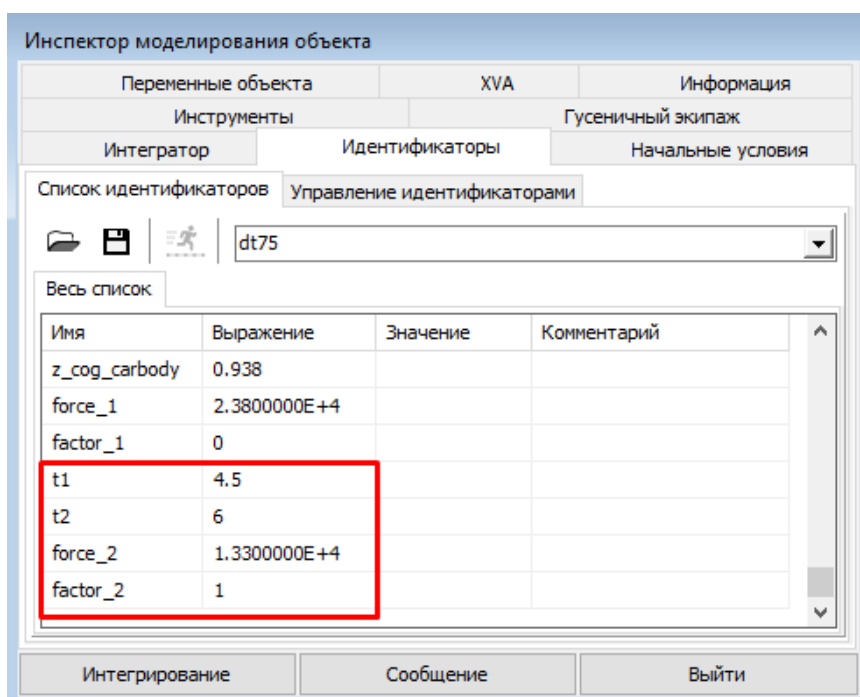

Рис. 31. Список идентификаторов
3. Рассмотрим задание идентификаторов. Откройте окно инспектора моделирования объекта и перейдите на вкладку **Идентификаторы | Список идентификаторов** (рис. 31).